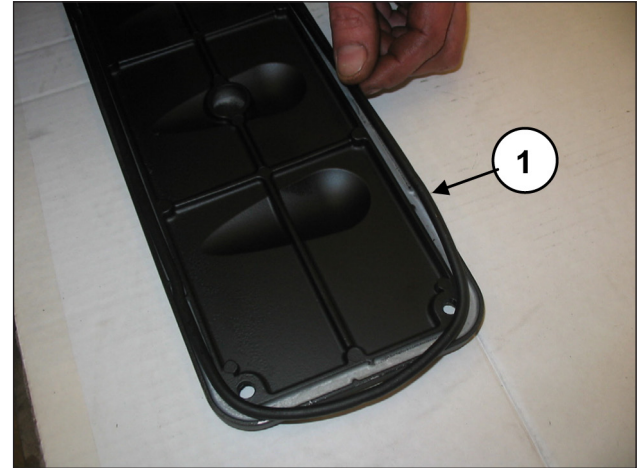
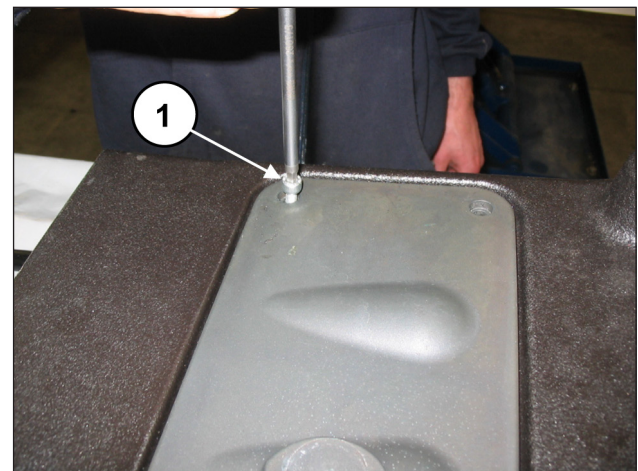

Abb. 99
Abb. 100
Setzen Sie auf die beiden Inspektionsdeckel den O-Ring (Pos. ①, Abb. 99) und montieren Sie die Deckel anhand von 4+4 Schrauben M6x14 (Pos. ①, Abb. 100).